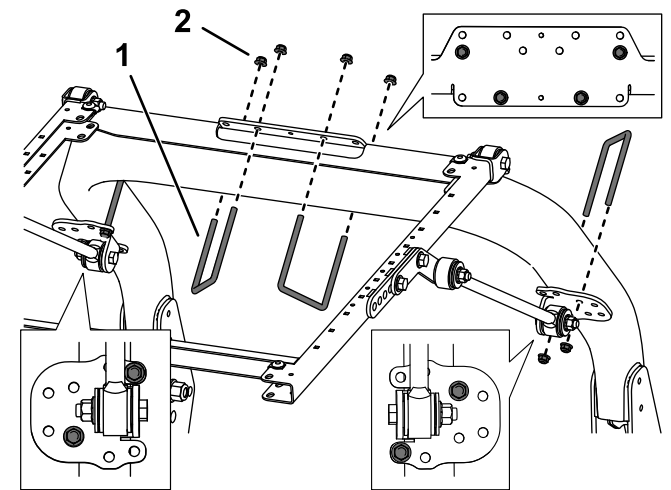

Bild 36
8. Befestigen Sie jede Strebenhalterung lose mit einem U-Bügel (3 7/8" x 5") und zwei Bundmuttern in den in Bild 36 abgebildeten Befestigungslöchern an den Streben des Überrollbügels.